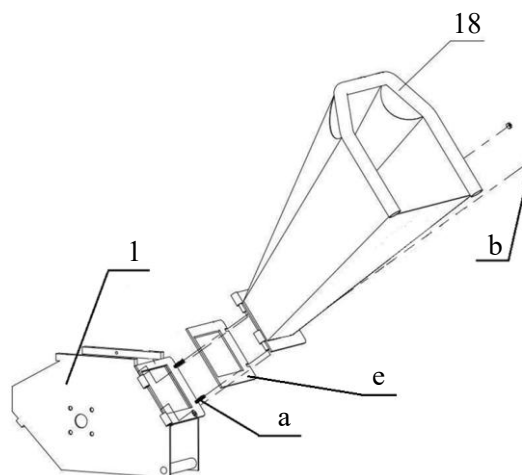

Fig. 4a
- Assicurarci che la guarnizione (e) sia posizionata tra la tramoggia di alimentazione (18) e la camera di triturazione (1). Allineare il perno della cerniera con il foro di montaggio e collegarli come mostrato nelle Figure 4a e 4b.